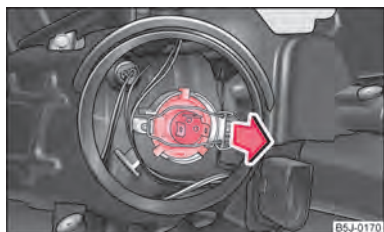

Fig. 153 Smontaggio della lampadina per anabbaglianti e abbaglianti
- Estrarre il connettore della lampadina, sbloccare la graffa e tirare indietro la lampadina ⇒ fig. 153.